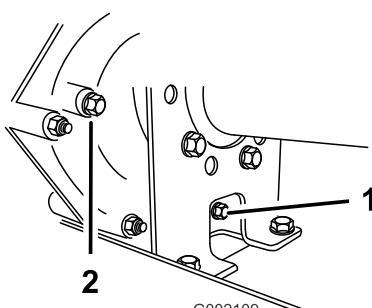
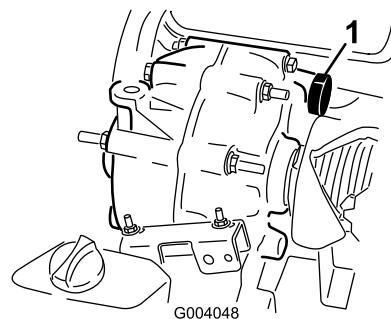

Figure 56
Figure 57
- Essuyez la surface autour des bouchons de remplissage et de vidange avec un chiffon (Figure 56).
- Dévissez et enlevez le bouchon de remplissage (Figure 56).
- Dévissez et enlevez le bouchon de vidange (Figure 56).
- Remettez et serrez le bouchon de vidange et le joint dans l'orifice de la transmission (Figure 56).
- Versez par l'orifice du bouchon de remplissage du réservoir (Figure 57) environ 1,4 L (1,5 pte américaine) du liquide spécifié, ou la quantité de liquide nécessaire, jusqu'à ce que le niveau de liquide atteigne le bas du filetage (Figure 56).
- Remettez et serrez le bouchon de remplissage et le joint dans l'orifice de la transmission (Figure 56).
- Contrôlez le niveau de liquide et faites l'appoint si le niveau est en dessous du filetage de l'orifice du bouchon de remplissage (Figure 56).